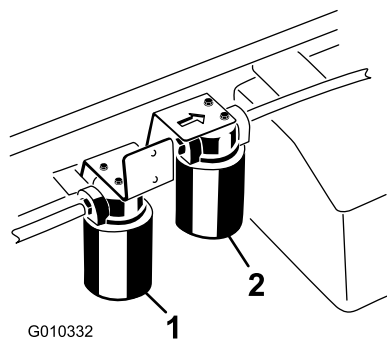

Figure 78
2. Nettoyez la zone autour de la surface de montage du filtre. Placez un bac de vidange sous le filtre et enlevez le filtre (Figure 78).
1. Nettoyez la zone autour de la surface de montage du filtre grand débit (Figure 78). Placez un bac de vidange sous le filtre et enlevez le filtre.